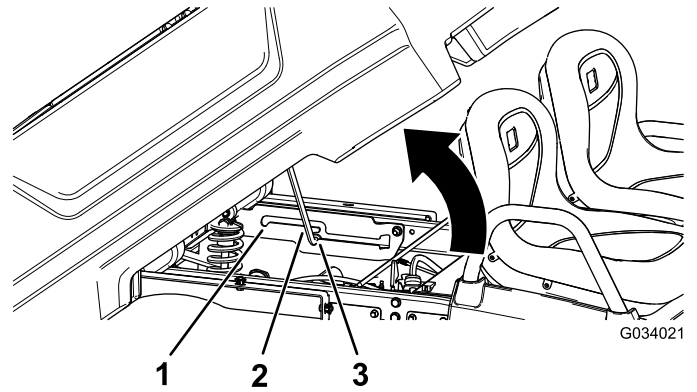

図 8
3. プロップロッドをダンブ位置の固定スロットにはめ込んで荷台を固定する 図 8。